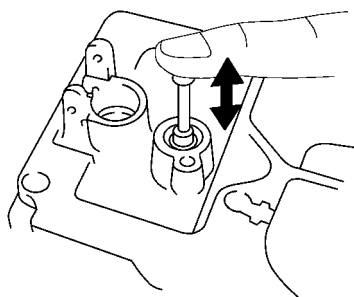

图 2-4 检查功率活塞
(2) 检查功率活塞。按图 2-4 所示移动功率活塞是否平滑灵活。